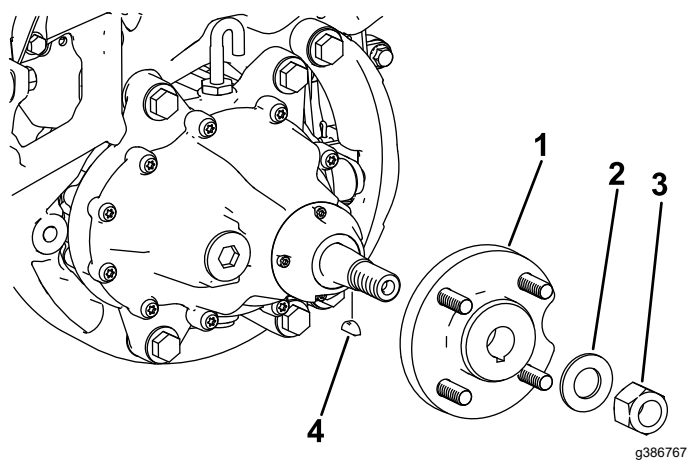

Figure 2
3. Déposez le moyeu de roue en retirant le contre-écrou et la rondelle correspondants (Figure 2).
4. Retirez la clavette disque (Figure 2).